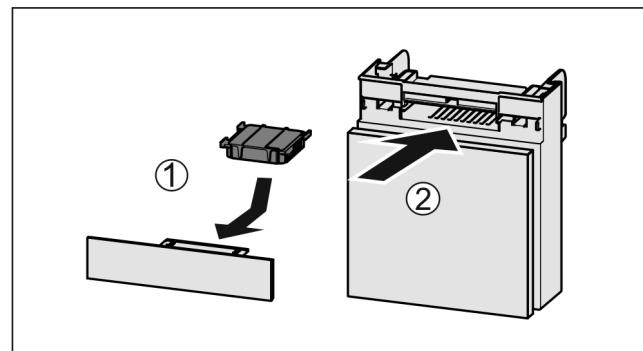

Fig. 156
- Aktivkohlefilter nach Abbildung einsetzen Fig. 156 (1).
► Fach einschieben Fig. 156 (2).